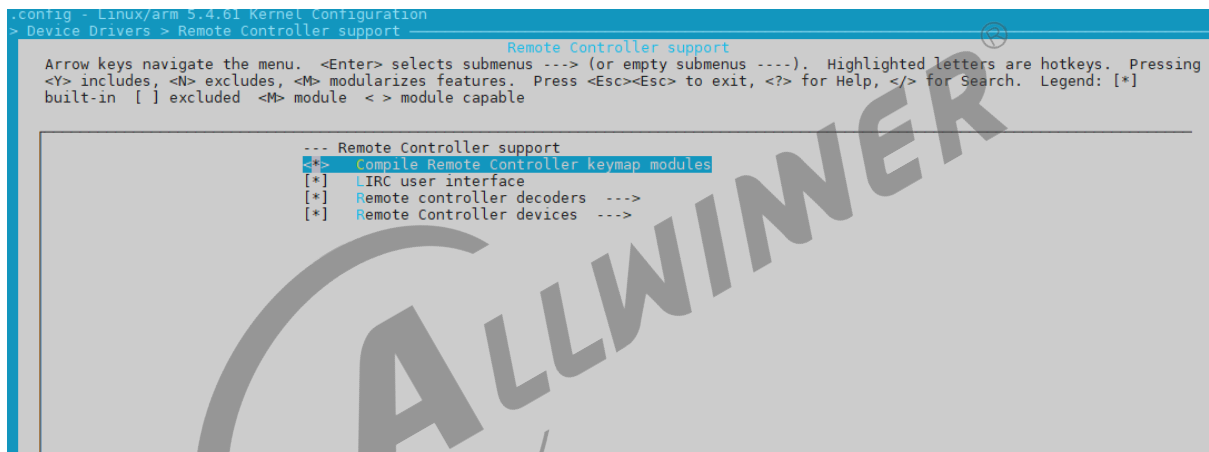

图 4-5: Linux-5.4 RC 配置图
1. 在 root 路径下执行 make kernel\_menuconfig，进入 Device Drivers，然后按 PC 键盘的 R 键，可以快速定位到 “Remote Controller support” 选项中，然后进入该选项，选上图 4-5 中的选项。